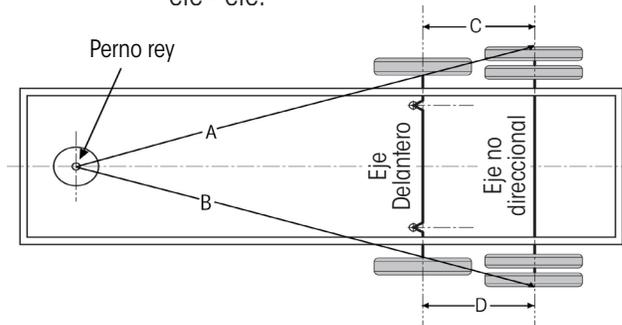

Figura 34: Mediciones de alineación del eje autodireccional
IMPORTANTE: Un eje autodireccional no debe ser utilizado como el eje primario delantero para la alineación de eje a eje en estos procedimientos (ver Figura 34 en página 24).
- Si aún no lo ha hecho, **verifique y alinee** el ángulo de empuje del eje delantero (no direccional) (Figura 34, A=B) según la REVISIÓN DE ALINEACIÓN DE PERNO REY A EJE DELANTERO en página 12.
- Siga** la REVISIÓN DE ALINEACIÓN DE EJE A EJE en página 15 (Figura 34, C=D) y asegúrese de que esté dentro de las especificaciones listadas en la Tabla 5 en página 13.